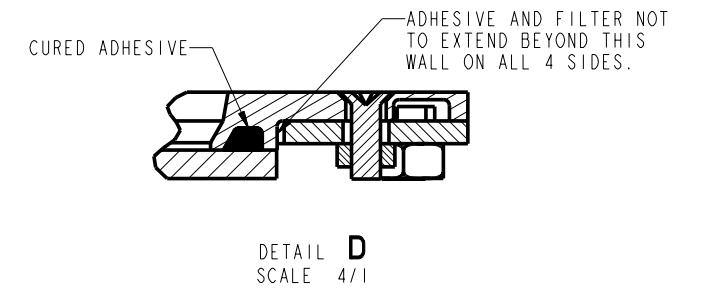

FIGURE 4
GASKET INTERFERENCE INTO OPTO LINE OF SIGHT (FIG 4)
## GASKET INTERFERENCE INTO OPTO LINE OF SIGHT (FIG 4).
**PROBLEM:** WHEN THE GASKET IS COMPRESSED IT MAY BLEED OVER INTO THE LINE OF SIGHT OF THE OPTO'S AS SEEN IN FIG 4.
THE FINAL ASSEMBLY SHOULD LOOK LIKE FIGURE 4.